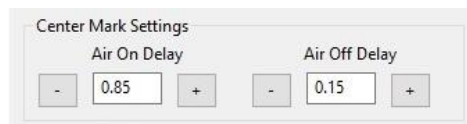

Fig 92 Réglages de la Marque centrale
3. Pour chacune des conditions (paragraphes **Error! Reference source not found.** et **Error! Reference source not found.**) analysez la marque créée. Si la marque est trop profonde, réduisez la valeur du délai. Si la marque est trop peu profonde, augmentez la valeur du délai. Les valeurs peuvent être augmentées ou diminuées à l'aide des boutons + ou - dans la fenêtre de réglage (Fig 92).